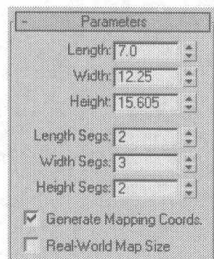
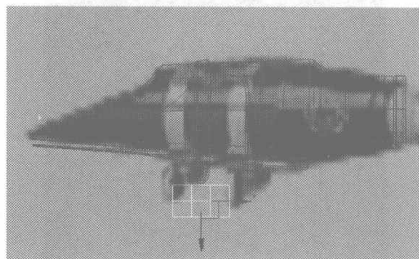

图 2.145
图 2.146
- 12 在 创建面板的 区域，选择 **Standard Primitives** 类型，单击 **Box** 按钮，在视图中创建一个立方体模型，在 **Parameters** 卷展栏中设置参数如图 2.145 所示，所建模型如图 2.146 所示。单击右键，在弹出的快捷菜单中选择 **Editable Poly** 选项，将模型塌陷成可编辑多边形。